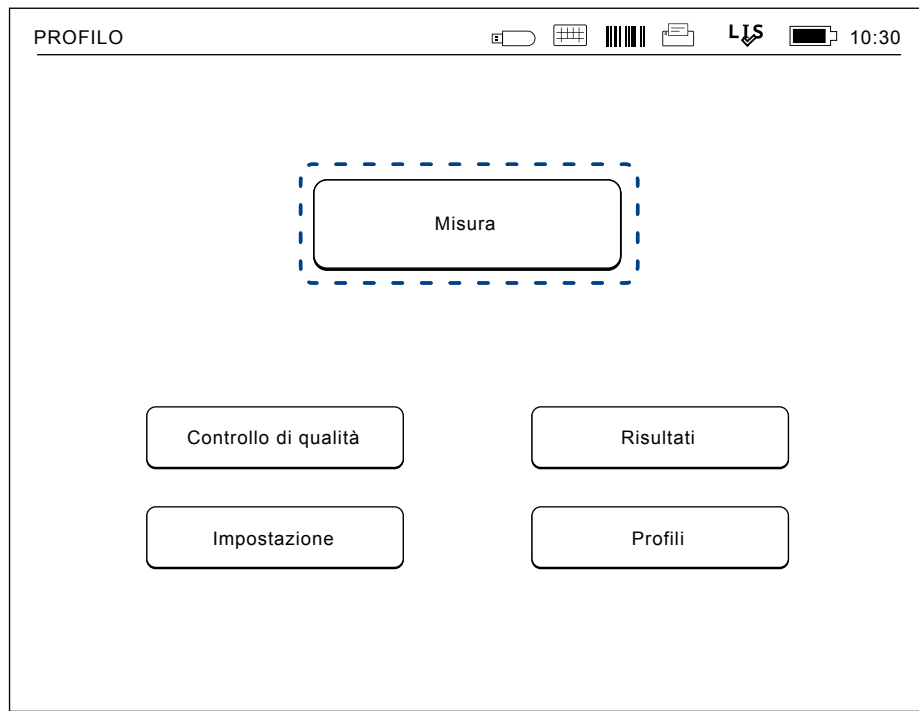

Figura 19
Lo strumento può essere impostato su diverse modalità di misurazione, se necessario. La modalità di misurazione di base utilizza il protocollo di misura più semplice ed è impostato di default su un nuovo strumento se le impostazioni non vengono modificate (vedi **Figura 19**).
1. Scegliere *Misura* nel menu principale e seguire le istruzioni sul display (vedi **Figura 19**).